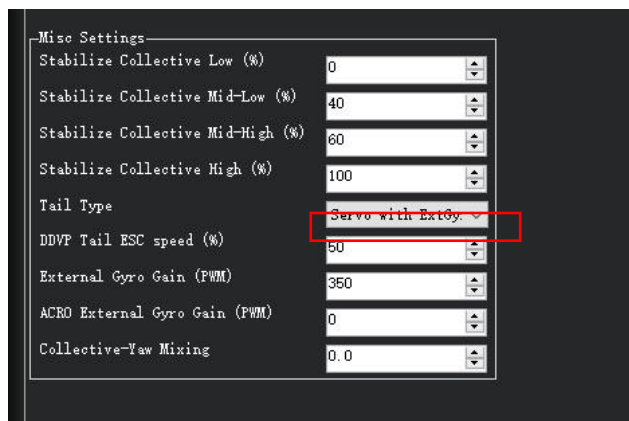
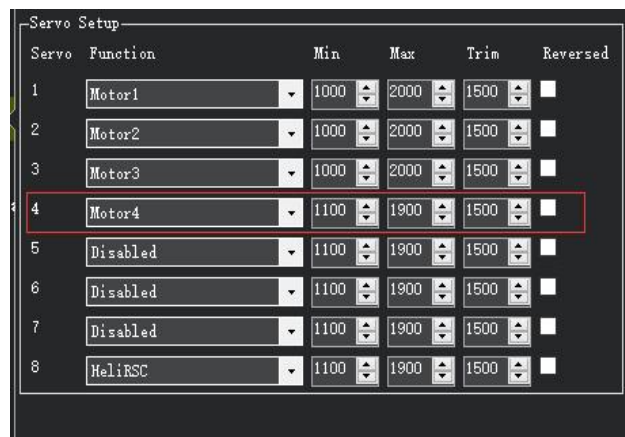

图 3 配置成 Servo with External Gyro
图 4 配置输出通道
2. Servo with External Gyro：使用带外置陀螺仪的锁尾舵机控制，ArduPilot 仅输出偏航需求，而无需通过外部陀螺仪提供直接偏航姿态稳定。如下图 3 所示，在下拉菜单中选择 Servo with External Gyro 即可配置为使用带外置陀螺仪的锁尾舵机控制。
2. Servo with External Gyro：使用带外置陀螺仪的锁尾舵机控制，ArduPilot 仅输出偏航需求，而无需通过外部陀螺仪提供直接偏航姿态稳定。如下图 3 所示，在 Tail Type 下拉菜单中选择 Servo with External Gyro 即可配置为使用带外置陀螺仪的锁尾舵机控制。如下图 4 所示，将参数 SERVOx\_FUNCTION 设置成 Motor4 来控制尾舵机（默认为 4 通道输出）